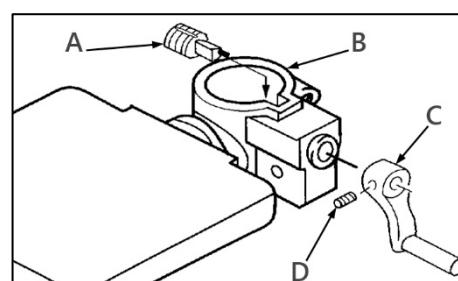
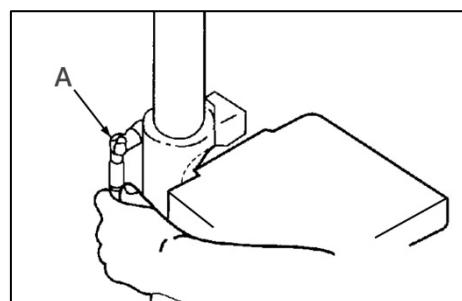

Рисунок 4.
Рисунок 6.
Если кронштейн рабочего стола не предустановлен на колонну, вставьте вал (A) червячной передачи (рис. 4) в кронштейн (B) стола до упора. Закрепите рукоятку (C) на валу с помощью установочного винта (D).
Установите ручку фиксации (A) рабочего стола (рис. 6). Для перемещения стола вверх – ослабьте ручку (A) и вращайте ручку (C) (рис. 4) по часовой стрелке, для перемещения вниз – против часовой стрелки. После настройки затяните рукоятку (A) (рис. 6).